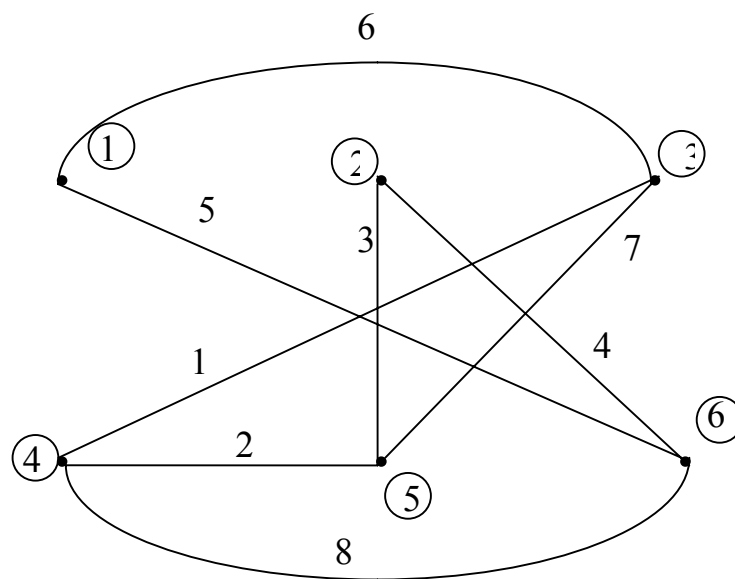

Рис.1.
- расположить данные шесть узлов в указанном порядке и в соответствии с вариантом, соединить их линиями (рис.1);